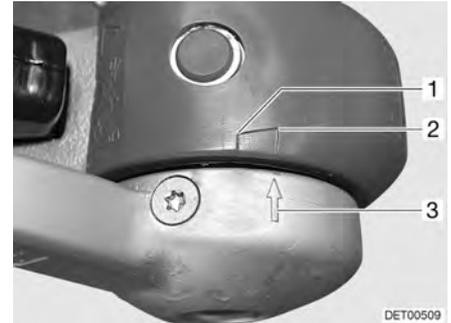

Bild 199 Reibbeläge
- Wenn der Pfeil an der Druckscheibe (Bild 199,3) vor oder an der Markierungsfläche (Bild 199,2) steht, sind die Reibbeläge noch im Neuzustand.
- Wenn der Pfeil an der Druckscheibe innerhalb der Markierungsfläche (Bild 199,1 bis 2) steht, sind die Reibbeläge leicht abgenutzt.
- Wenn der Pfeil an der Druckscheibe am Ende der Markierungsfläche (Bild 199,1) steht oder sie überschreitet, sind die Reibbeläge abgenutzt.